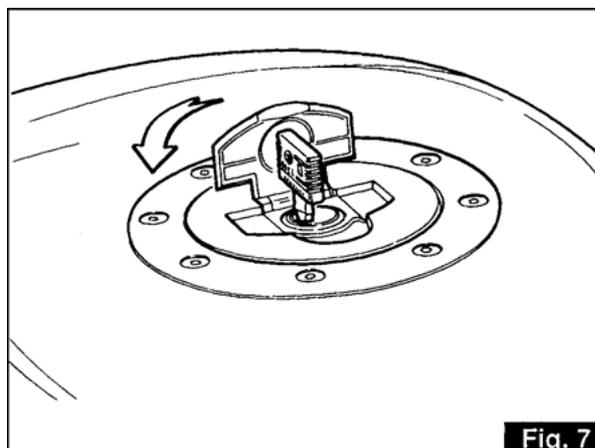

Fig. 7
3.11 BOUCHON DU RÉSERVOIR D'ESSENCE (fig.7)